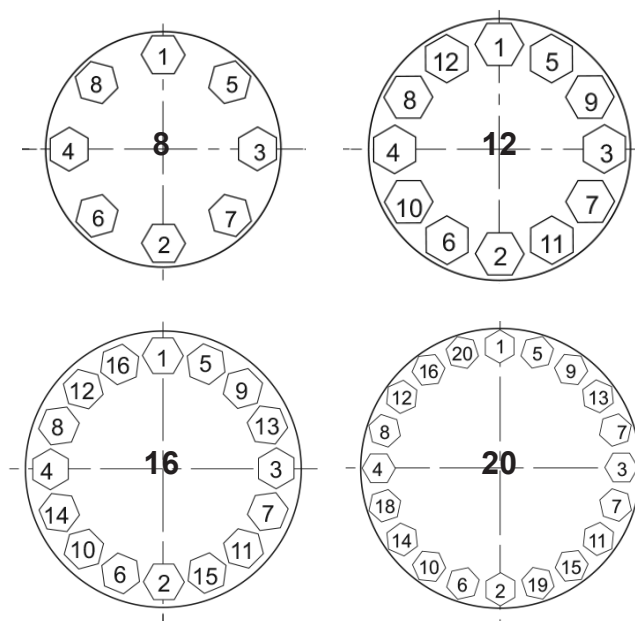

Рисунок 11 – Последовательность затяжки болтов
6. Затяните гайки шпилек в последовательности, указанной на (Рисунок 11), в зависимости от количества болтов в схеме крепления, и затяните их до значения момента, указанного на сборочном чертеже клапана, по крайней мере, с 6 равными шагами момента (10%, 20%, 40%, 60%, 80% и 100% от предписанного значения), если не указано иное.